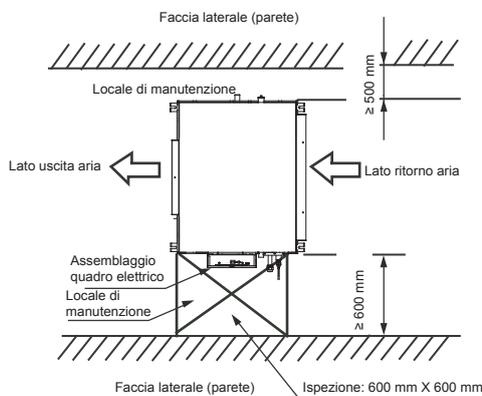

Figura 2.1
2.3 Lo spazio richiesto per l'installazione (unità: mm) è mostrato in Figura 2.1 and Figure 2.2: